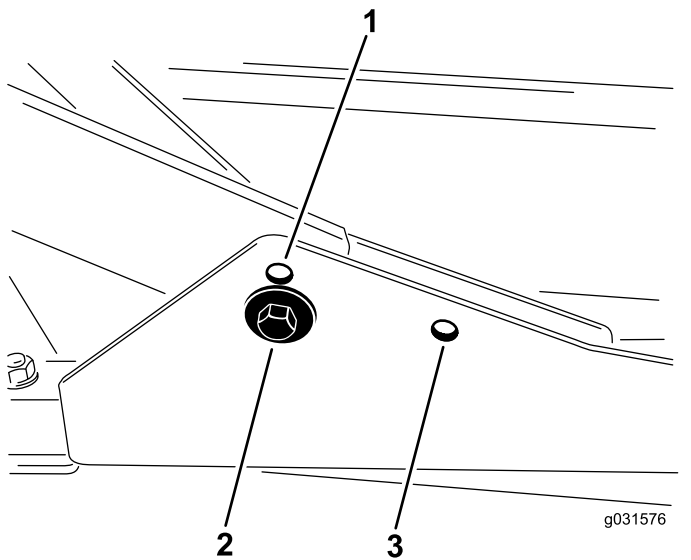

Bild 15
1. Befestigen Sie die vorderen Trägerrahmen für Schnitthöhen von 2 cm bis 7,6 cm in den unteren vorderen Befestigungslöchern (Bild 15).
2. Befestigen Sie die vorderen Trägerrahmen für Schnitthöhen von 6,3 cm bis 10 cm in den oberen vorderen Befestigungslöchern (Bild 15).
Das Heckmäherwerk muss für alle Schnitthöhen in den hinteren Befestigungslöchern befestigt sind (Bild 15).